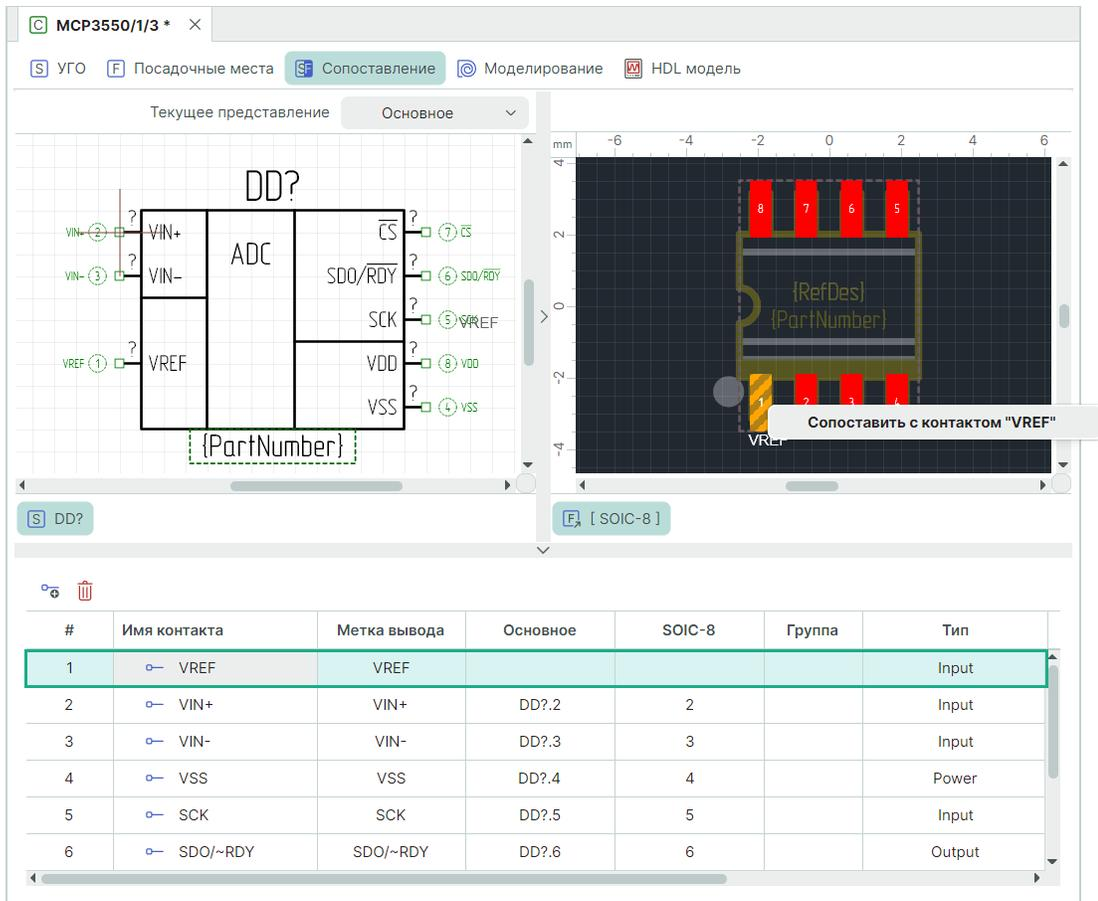

Рис. 282 Этапы сопоставления
2. Наведите курсор на вывод УГО или на контактную площадку посадочного места, нажмите правую кнопку мыши, сопоставьте с выбранным контактом, см. Рис. 282.